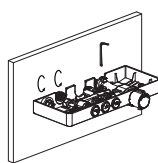

Figure 7
- Reconnectez le panneau de douche thermostatique au mur. Utilisez une clé pour fixer la vis en cuivre et pour connecter le connecteur d'eau chaude et le connecteur courbe (Figure 7).